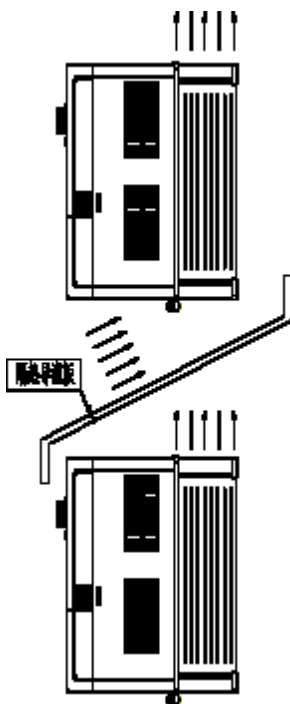

图3-2.CT500/CT500S变频器安装示意图
- 1) 请垂直安装变频器，便于热量向上散发。但不能倒置。若柜内有较多变频器时，最好是并排安装。在需要上下安装的场合，请参考图3-2的示意，安装隔热导流板。